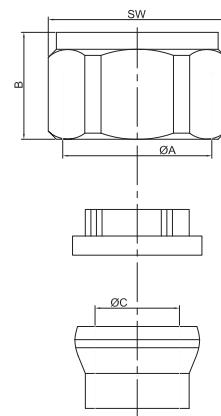

Рис. 1.9.
1) Обозначения размеров приведены на рис. 1.9.